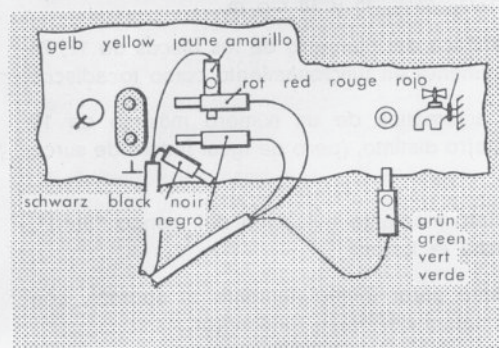

Fig. 4
a) Monaurale (einkanale) Wiedergabe nach Fig. 4.
- a) Follow Figure 4 for monaural (single channel) hook-up. Reverse the two plugs in case of hum.
- a) Reproduction ordinaire (monaurale) avec un seul canal (fig. 4). Si un ronflement se fait entendre, il suffit de croiser les fiches aux douilles de raccordement au pick-up.
- a) Reproducción monaural con un solo canal (fig. 4). Si se producen zumbidos, bastará invertir los polos del enchufe en la conexión del fonocaptor.